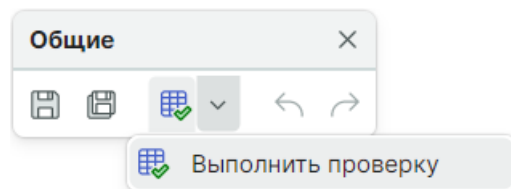

Рис. 299 Запуск операции проверки компонента
6. Выполните проверку компонента, см. Рис. 299: